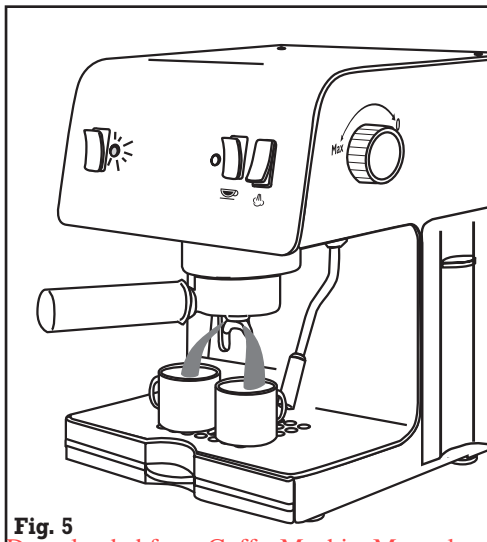

Fig. 5
- Colocar la taza o tazas ya calientes debajo de las salidas del portafiltro y cuando se apague el piloto temperatura "OK" pulse el interruptor para café (fig.5). Cuando haya servido la cantidad deseada de café desconecte el interruptor.
- Si la máquina no se ha de utilizar por un tiempo prolongado, apagarla, desenchufarla y vaciar el depósito y la cubeta de goteo (Q).